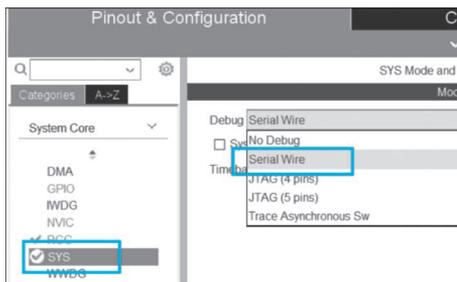

图 3.36 Debug 模式选择
(3) 检查 SYS 界面下是否有 Debug 设置, 若有则选择 Serial Wire 模式, 若没有该设置则不做设置, 如图 3.36 所示。